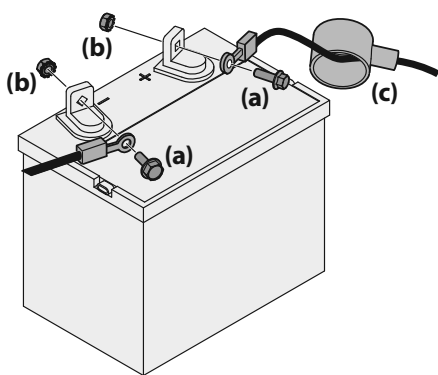

Figure 14
2. Retirez le protecteur en plastique, le cas échéant, de la borne négative de la batterie et fixez le câble noir à la borne négative (-) avec un boulon (a) et un écrou (b). Voir Figure 14.
3. Remplacez le capuchon rouge en caoutchouc (c) sur la borne positive (+) de la batterie pour la protéger contre la corrosion. Voir Figure 14.